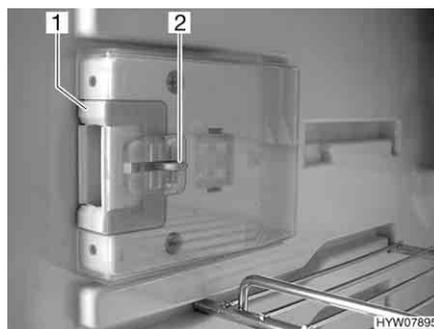
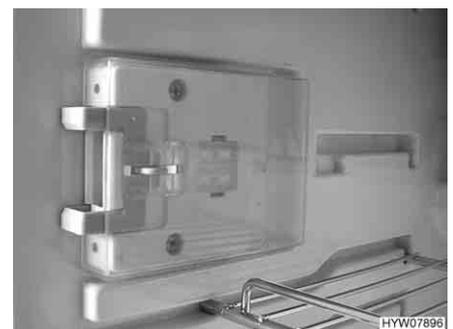

Bild 193 Verschlusseinrichtung in Normalstellung
Bild 194 Verschlusseinrichtung in Lüftungsstellung
■ Die Entriegelung (Bild 193,2) eindrücken.
■ Die Verschlusseinrichtung (Bild 193,1) nach vorn schieben (Bild 194).